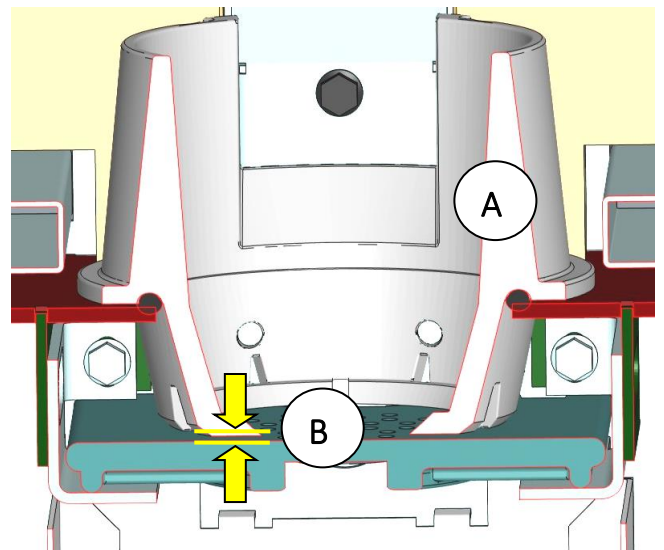

Fig. 47 : coupe grille et pot brûleur
1. Enfoncez toujours la grille en fonte (Fig. 47) jusqu'à la butée (sans forcer, côté plat vers le haut !), de sorte que la porte ferme correctement.
3. Le bord de la grille en fonte (partie A) doit s'adapter au bord du pot brûleur. Un espace vertical de 1 mm maximum doit être respecté entre la grille en fonte et le pot brûleur (Fig. 47, partie B).